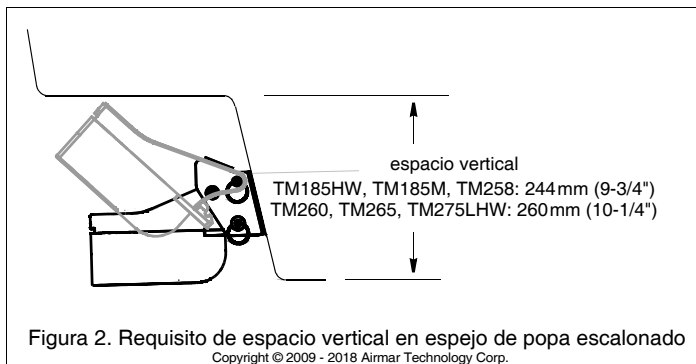

Figura 2. Requisito de espacio vertical en espejo de popa escalonado
- **Espejo de popa escalonado**—Montar el transductor en el escalón más bajo, siempre que haya altura suficiente para que el soporte pivote (figura 2).